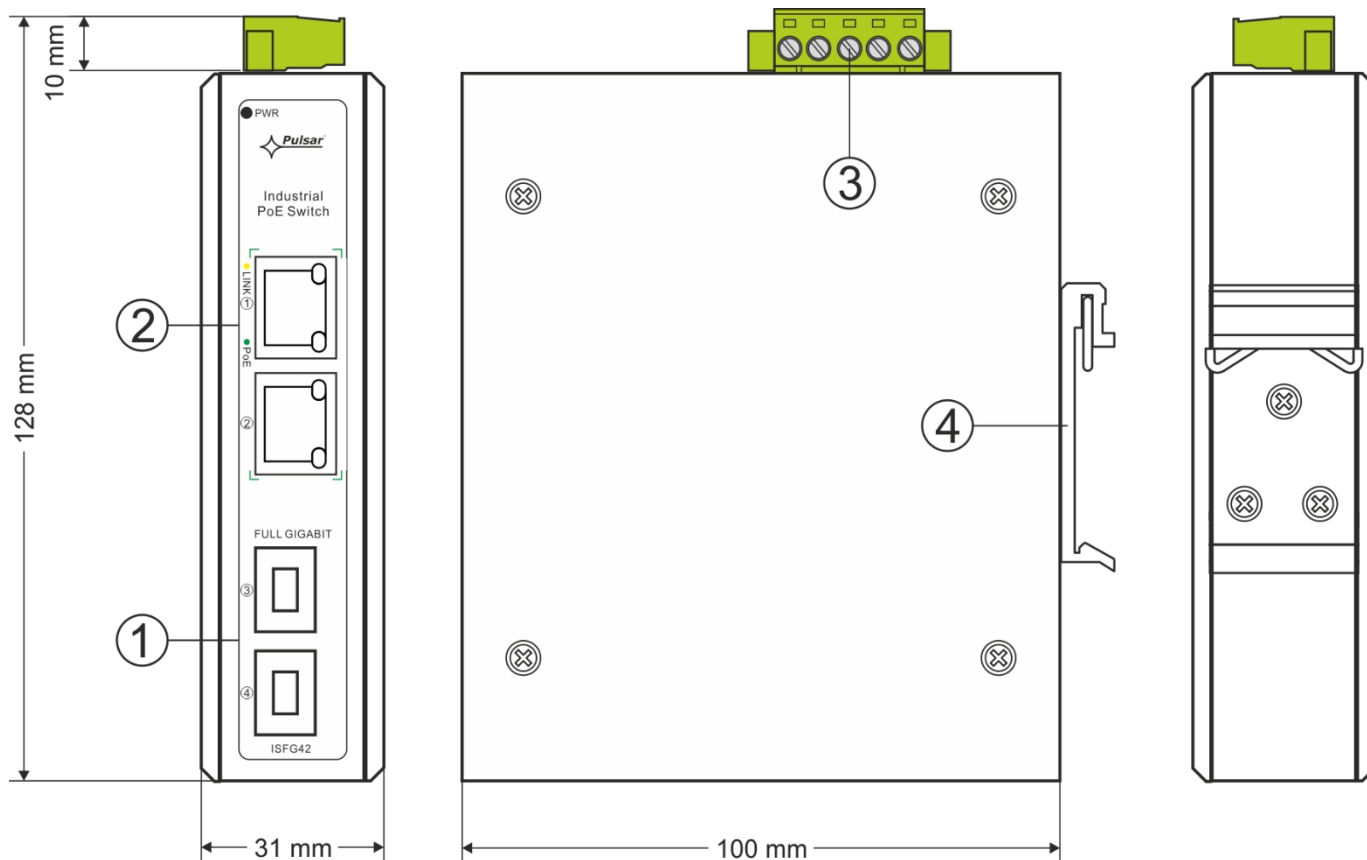

Fig. 2. Vista dello switch.
Tabella 1. (Vedi Fig. 2)
N. componente (Fig. 2)	Descrizione